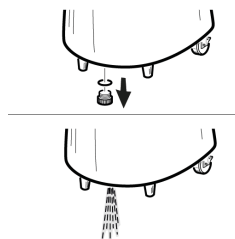

Рис. 12
2. Подождите несколько секунд, чтобы выпустить воду и давление из шлангов. Для слива воды откройте сливной кран (клапан). Рис. 12.